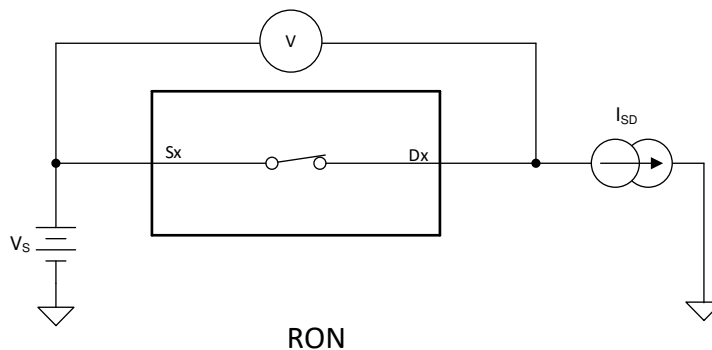

图 14-1. 导通电阻测量设置
器件的导通电阻是器件源极 (Sx) 和漏极 (Dx) 引脚之间的欧姆电阻。导通电阻随输入电压和电源电压的变化而变化。符号 R_{ON} 用于表示导通电阻。图 14-1 展示了用于测量 R_{ON} 的测量设置。电压 (V) 和电流 (I_{SD}) 可通过此设置进行测量，而 R_{ON} 可通过 $R_{ON} = V/I_{SD}$ 来计算。